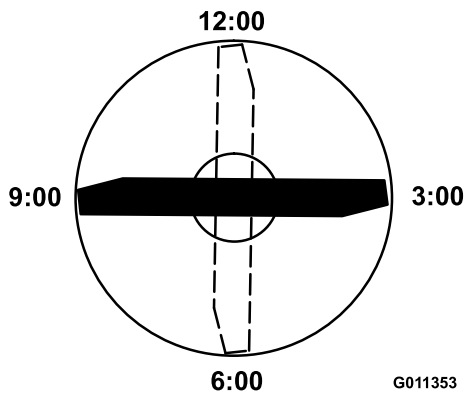

图 70
3. 将刀片带标记一端的刀刃放在 12 点钟位置剪草方向的正前方并测量从桌面到刀片刀刃的高度 图 70。
4. 将刀片的标记端旋转至 3 点钟和 9 点钟位置并测量高度图 70。